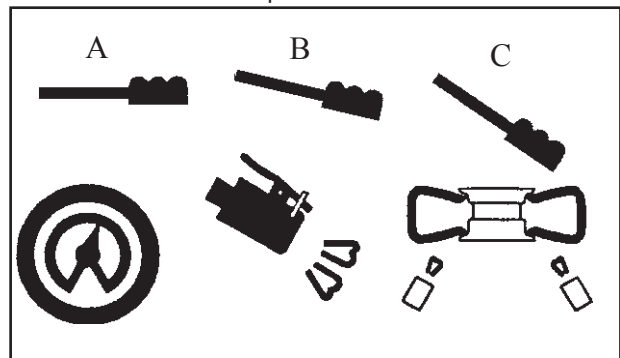

Fig 14
• Appuyer sur la pédale de gonflage dans la position intermédiaire (**B** - Fig.14).
• Appuyer à fond la pédale (**C** - Fig. 14). Un jet d'air puissant sortira des buses qui se trouvent sur les support coulissants en permettant le tallonage.
• Relâcher le pneumatique et soulever doucement le pied pour remettre la pédale de gonflage dans la position intermédiaire (**B** - Fig.14).